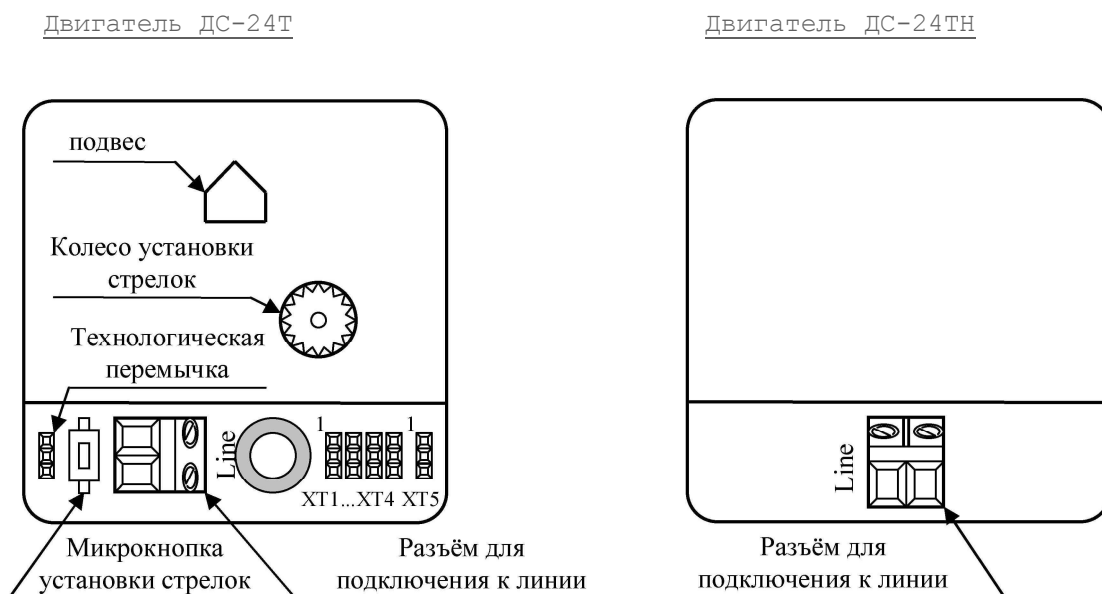

Рис. 1. Вид сзади часовых механизмов типа ДС-24Т и ДС-24ТН
Часы СВС подключаются к двухпроводной линии управления и синхронизации TELNU с помощью разъёма, расположенного в батарейном отсеке корпуса часового механизма (см. рис. 1).
- 1) с помощью установочного колеса, расположенного на корпусе часового механизма ДС-24Т (см. рис. 1),